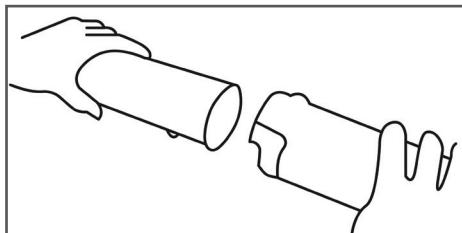

Рис. 4 Установка трубы А
- Установить напорную трубу А на напорную трубу В (см. Рис. 4).